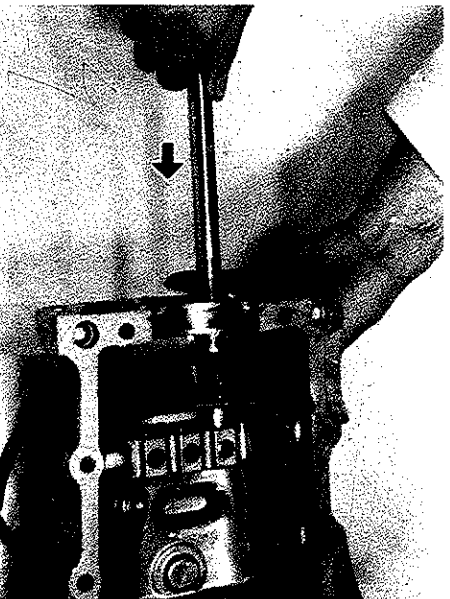

Fig. 13-62
- 2) Montar eje selector de la.-2a. en la carcasa superior y su horquilla selectora según Fig. 13-62.